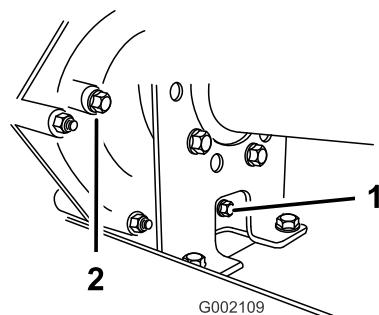
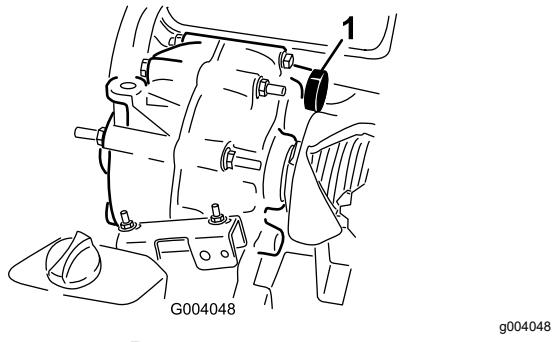

Рисунок 44
Рисунок 45
2. Тщательно протрите места вокруг пробок заливного и сливного отверстий ветошью (Рисунок 44).
4. Снимите пробку заливного отверстия, повернув ее против часовой стрелки (Рисунок 44).
5. Снимите пробку заливного отверстия, повернув ее против часовой стрелки (Рисунок 44).
6. Установите пробку сливного отверстия с прокладкой в сливное отверстие трансмиссии и затяните (Рисунок 44).
7. Долейте в бак (Рисунок 45) через заливное отверстие приблизительно 1,4 л рабочей жидкости указанного типа или доведите уровень рабочей жидкости в трансмиссии до нижней части резьбы (Рисунок 44).
8. Установите и затяните пробку заливного отверстия с прокладкой в заливное отверстие трансмиссии (Рисунок 44).
10. Проверьте уровень рабочей жидкости и добавьте ее, если уровень рабочей жидкости находится ниже резьбовой части заливного отверстия (Рисунок 44).